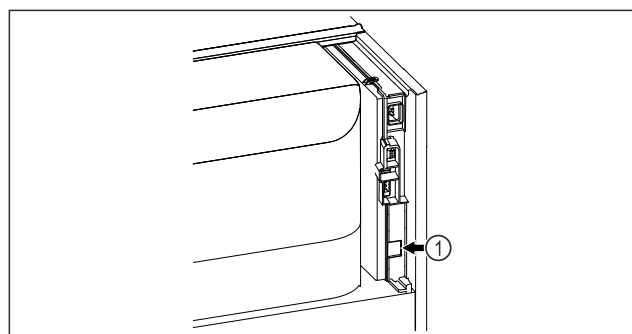

Fig. 93
- ☐ SmartModule Fig. 93 (1) is geplaatst.